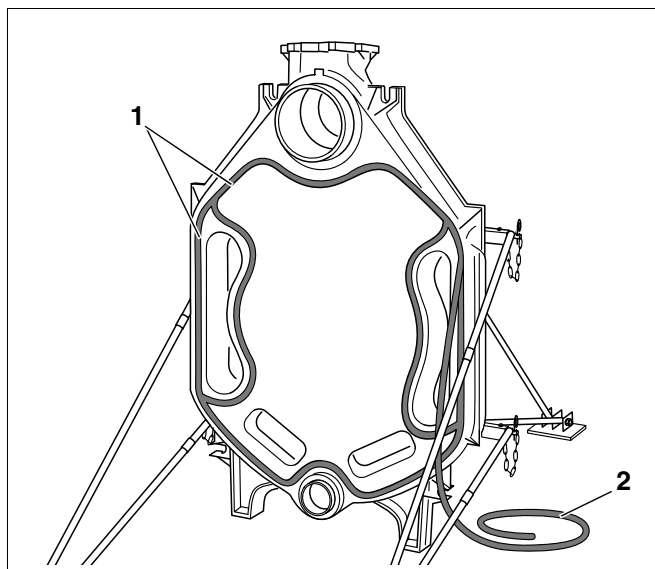

Fig. 13 Mise en place du cordon d'étanchéité (cordon KM)
- Poser le cordon d'étanchéité élastique (cordon KM : fig. 13, **pos. 2**) dans les rainures d'étanchéité (fig. 13, **pos. 1**) sur la face avant de l'élément arrière en commençant près du moyeu supérieur et exercer une légère pression. Veiller à ce que les extrémités du cordon d'étanchéité se chevauchent de 2 cm et bien les presser l'une contre l'autre.